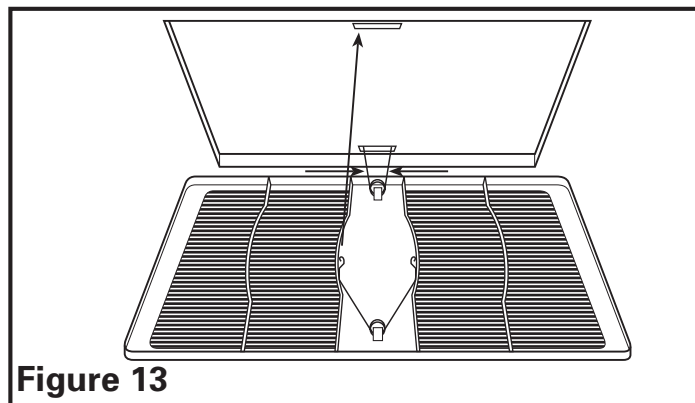

Figure 13
4. Installer la grille en pressant ensemble les deux extrémités des ressorts et en les installant dans les fentes du châssis du ventilateur. Pousser la grille en position (**Figure 13**).